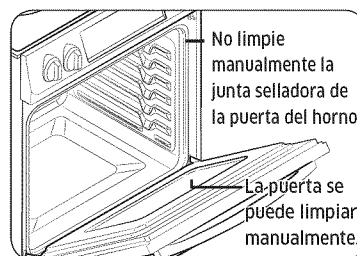

Fig. 2
- No limpie la junta selladora. El material de fibra de vidrio de la junta de la puerta del horno no resiste la abrasión. Es fundamental que esa junta selladora permanezca intacta. Si usted nota que se está desgastando o deshiliándose, reemplácela. (Fig. 2)